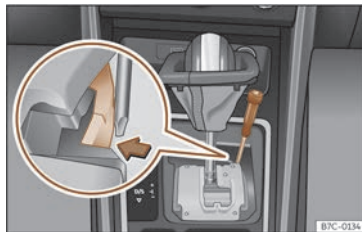

Fig. 95 Panca selectora: desbloqueo de emerxencia na posición de aparcamento.
- Con axuda da parte plana dun desaparafusador, prema lateralmente a pestana amarela e mantéñaa premida >>> **fig. 95**.